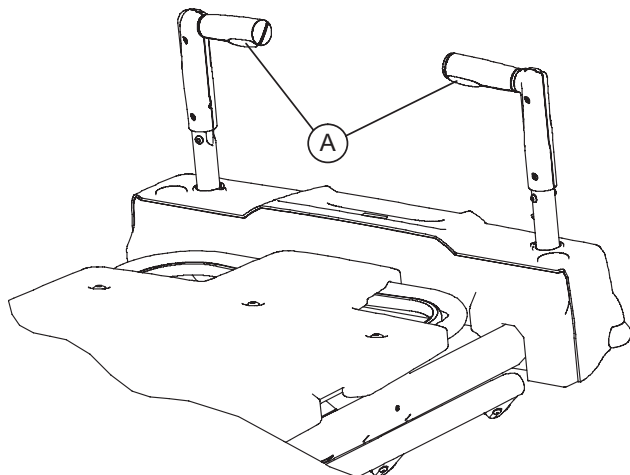

Figure 4 - Poignées de commande avec boutons de désenclenchement
4. Saisir la partie surélevée des poignées de commande. Enfoncer l'un ou l'autre des boutons de désenclenchement (A) situés sous les poignées pour permettre à la roue motrice de tourner, comme illustré dans la figure 4 et sur l'étiquette de référence pour la pédale d'enclenchement de la roue motrice et la poignée de commande. Il suffit que l'un des boutons soit enfoncé pour que le chariot roule, mais les deux boutons doivent être désenclenchés pour qu'il s'arrête.